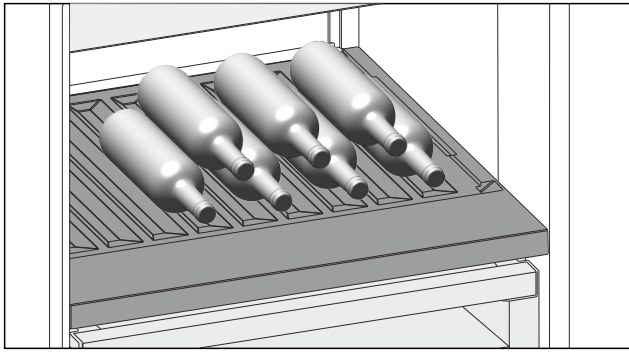

Fig. 109
- Flaschen mit dem Boden nach hinten zur Rückwand einlegen. (siehe Fig. 109)